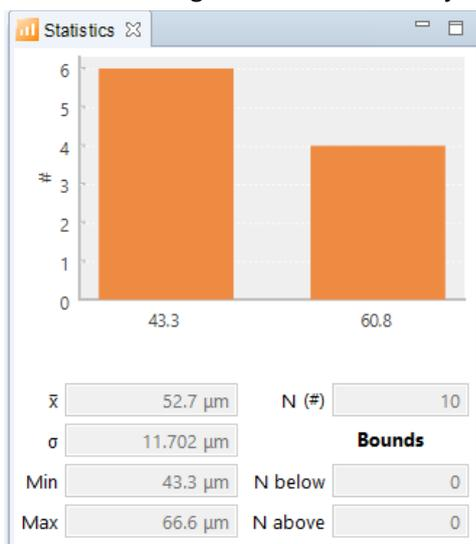

Figure 22 Información estadística del bloque de datos seleccionado actualmente.
La zona de Estadísticas (4) de la vista principal de CoatMaster Operating System (Figure 16) contiene información estadística detallada sobre los datos de medición en el bloque seleccionado actualmente. Figure 22 muestra un ejemplo de análisis estadístico de los datos del bloque.